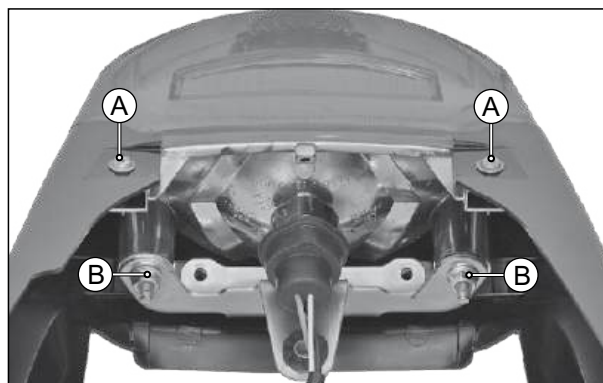

Fig. 1.29
- Remova os parafusos (A) (ST4,2x60) de fixação central da carenagem traseira do conjunto da lanterna traseira. (Fig. 1.29)
- Remova as porcas (B) (M6) de fixação do conjunto da lanterna traseira. (Fig. 1.29)